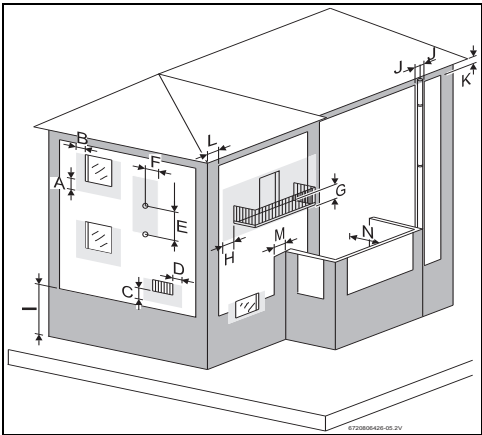

Fig. 11 Distâncias mínimas a pontos de exaustão
- Respeitar as medidas mínimas de instalação indicadas na Fig. 11.
- ▶ Respeitar as distância mínima indicadas na Fig. 11.